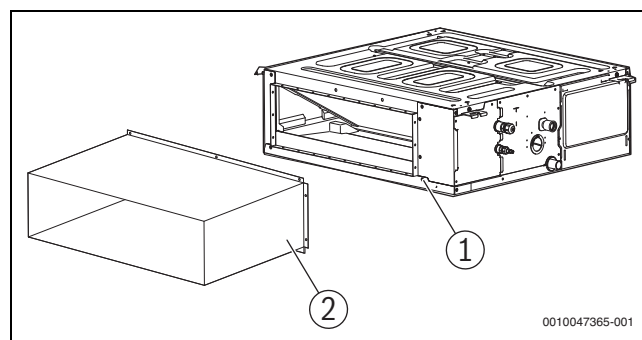

Fig. 8
- Si le panneau de sortie d'air ne se situe pas à proximité de l'unité et doit être raccordé à la bride de sortie d'air de l'unité via une gaine d'air en métal, coller une éponge sur la surface de contact de la tôle d'acier pour en assurer l'étanchéité et l'isolation thermique. (→ figure 8).